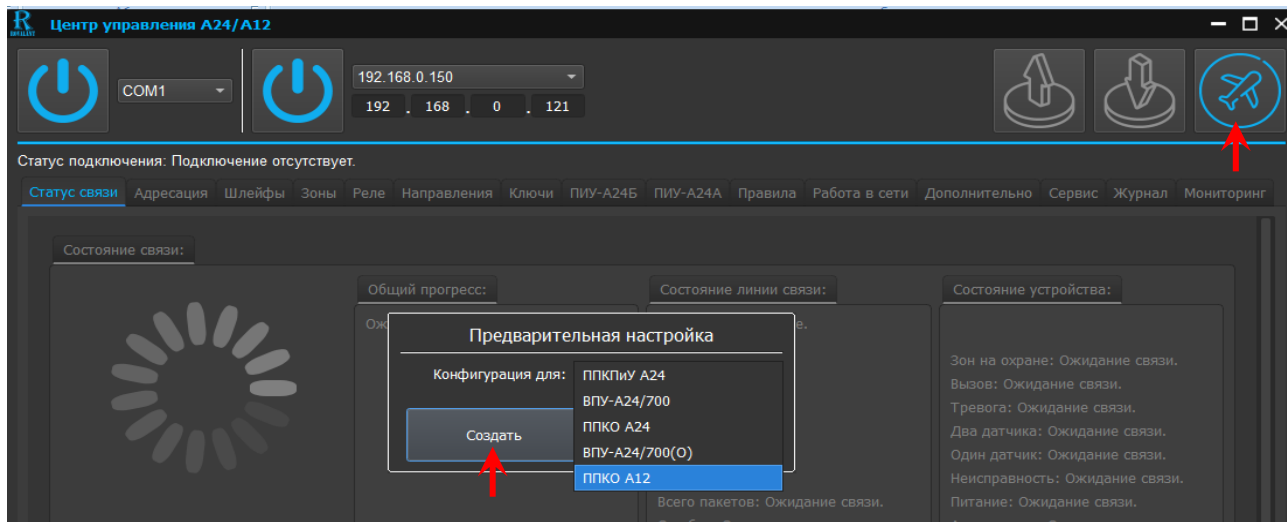

Рис. 20. Скриншот программного окна «Центр управления А24/А12» в режиме «Off-line»
- 5) В выпадающем меню «Предварительная настройка» необходимо выбрать тип устройства, для которого будет создаваться новая конфигурация, и нажать клавишу «Создать» (см. рисунок 20).